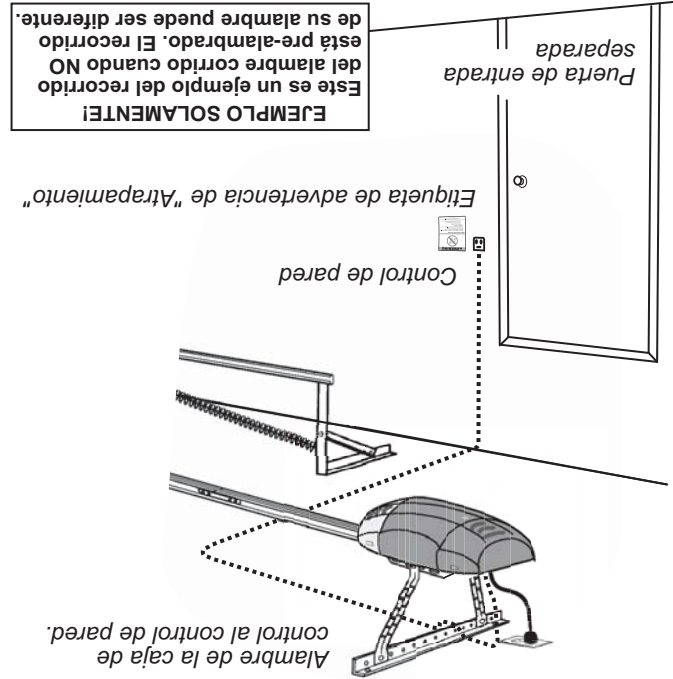

FIG. 3-1 Recorrido de alambre del control de pared
- Localice los extremos de alambres pre-alambrados del control de pared (Fig. 3-1).
- Escija una localización conveniente para el control de pared del montaje usando las patas mencionadas anteriormente (Fig. 3-1).
- Corra el alambre del control a la caja de control (Fig. 3-1).